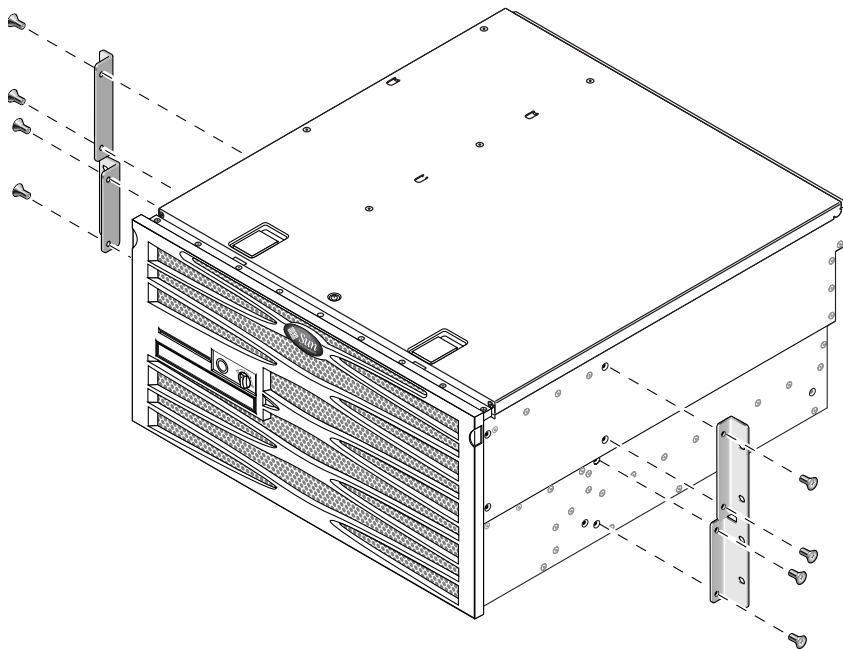

FIGURA 3-27 Fissaggio delle staffe laterali al lato del server
2. Utilizzando otto delle viti a testa troncoconica Phillips M5 × 8 mm (quattro per ciascuna staffa), fissare le staffe laterali ai lati del server (FIGURA 3-27).